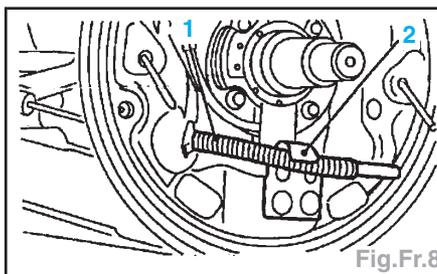

Fig.Fr.8
- Contrôler que le câble de frein à main (1) se trouve dans le guide (2) du support (Fig.Fr.8).